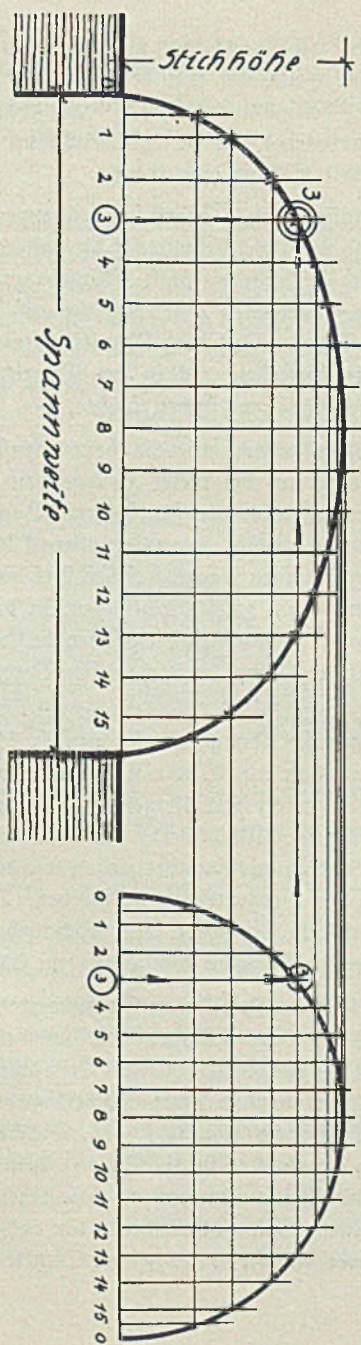
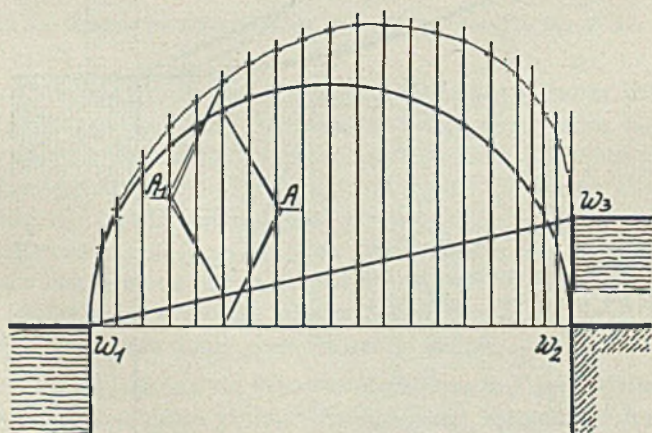
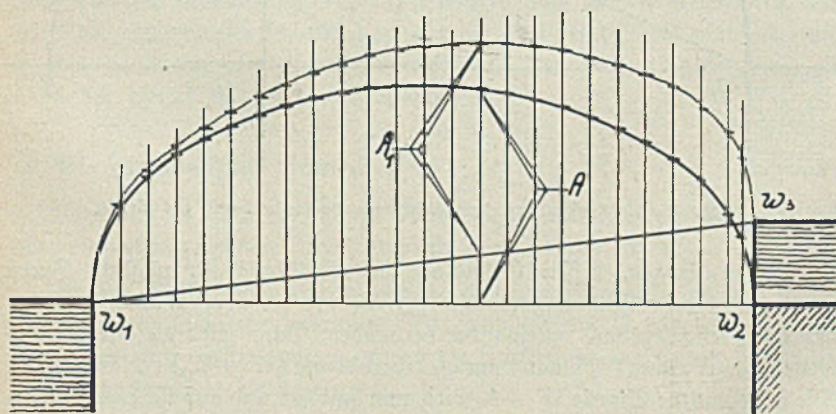

Abb. 15.
Abb. 18. Die Konstruktion eines einhüftigen Bogens aus dem zugehörigen Halbkreis mit Hilfe der Bogatterung.
Abb. 19. Die Konstruktion eines einhüftigen Bogens aus der zugehörigen Ellipse mit Hilfe der Vergatterung.
Wenn wir uns die Abbildung 15 anschauen, so können wir ohne besondere Kenntnisse feststellen, daß die Ellipse nichts weiter als ein nach links und rechts auseinander gezerrter Kreisbogen ist. Wenn wir uns vorstellen, daß wir eine halbkreisförmige Wölbis Scheibe aus Gummi hätten, die wir an den beiden Widerlagspunkten auseinander ziehen würden, dann haben wir schon innerlich den Sinn der Vergatterung verstanden. Dieses Auseinanderziehen müssen wir nun auf dem Reißbrett oder Schnürboden zeichnerisch machen. Auf dem Schnürboden benutzen wir dazu eine Latte.
Die bequemste und auch gefälligste Form der Überhöhung geschieht mit Hilfe der Vergatterung, wie wir sie bereits bei der Ellipsenkonstruktion kennen gelernt haben. In der Abbildung 18 ist dargestellt, wie aus einem Halbkreisbogen mit Hilfe der Vergatterung eine einseitige Überhöhung erreicht wird. Zuerst wird der normale Bogen aufgetragen, der vom Widerlagspunkt W_1 nach W_2 geht. Dann wird der überhöhte Widerlagspunkt W_3 festgelegt und durch eine Linie mit W_1 verbunden. Dann teilt man die alte Widerlagslinie W_1 zu W_2 in möglichst viele Teile ein. In diesen Punkten werden Senkrechte errichtet, die über die alte Bogenlinie hinausgehen. Dann werden die Höhen dieser Senkrechten von der alten Widerlagslinie bis zur Bogenlinie in den Zirkel genommen (A) und von der neuen Widerlagslinie (W_1-W_3) auf der gleichen Senkrechten nach oben hin abgetragen (A_1). Wenn man dies so Stück für Stück ausführt, dann erhält man die Punkte für den Verlauf des gesuchten einhüftigen Bogens.
Dieser Bogen — die betreffende Punkten sind in der Abbildung 18 nur dünn miteinander verbunden — wird umso gleichmäßiger und genauer je mehr Punkte angelegt werden. In der Nähe der Widerlagspunkte ist es immer ratsam, eine engere Teilung vorzunehmen. Über die Verbindung der gefundenen Punkte miteinander gilt das gleiche wie bei der Ellipse.
Die einseitige Überhöhung von Bogen kommt nicht nur bei halbkreisförmigen Bogen vor. Viel öfter findet man sie bei der Ellipse und dem Korbbogen. In der Abbildung 19 ist die Konstruktion einer einhüftigen Ellipse durchgeführt. Die Vergatterung wurde zuerst für die Konstruktion der normalen Ellipse verwendet, wie sie s. Zt. in der Abbildung 15 gezeigt wurde. Die gleichen Vergatterungslinien werden nun auch für die Überhöhung verwendet, die im übrigen genau so vor sich geht wie bei der Abbildung 18. Zum leichteren Verständnis wurden daher auch die gleichen Buchstaben in beiden Abbildungen gewählt.